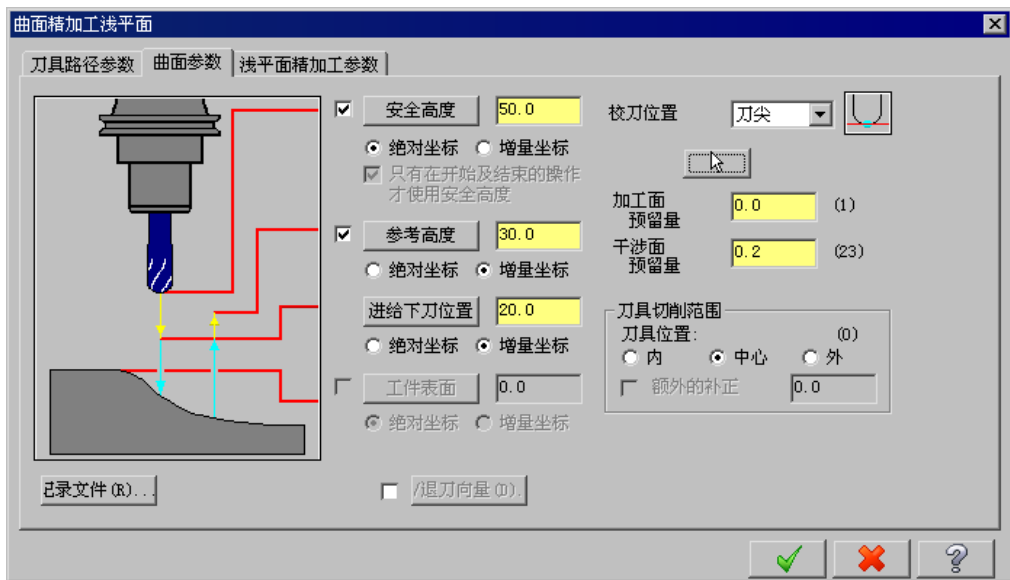

图 17.37 “曲面参数”选项卡
(1) 完成上步操作后，在“曲面精加工浅平面”对话框的 **刀具路径参数** 选项卡的列表框中显示出 Step4 所选择的刀具，双击该刀具，系统弹出“定义刀具-机床群组-1”对话框。
(2) 设置刀具号码。在“定义刀具-机床群组-1”对话框的 **刀具号码** 文本框中，将原有的数值改为 5。
(3) 设置刀具的加工参数。单击“定义刀具-机床群组-1”对话框中的 **参数** 选项卡，在 **进给率** 文本框中输入值 400.0，在 **下刀速率** 文本框中输入值 100.0，在 **提刀速率** 文本框中输入值 1000.0，在 **主轴转速** 文本框中输入值 1600.0。
(4) 设置冷却方式。在 **参数** 选项卡中单击 **Coolant...** 按钮，系统弹出“Coolant...”对话框，在 **Flood** (切削液) 下拉列表中选择 **On** 选项。单击该对话框中的 **✓** 按钮，关闭“Coolant...”对话框。
(5) 单击“定义刀具-机床群组-1”对话框中的 **✓** 按钮，完成刀具参数的设置，系统返回至“曲面精加工浅平面”对话框。
Step6. 设置曲面参数。在“曲面精加工浅平面”对话框中单击 **曲面参数** 选项卡，设置图 17.37 所示的参数。